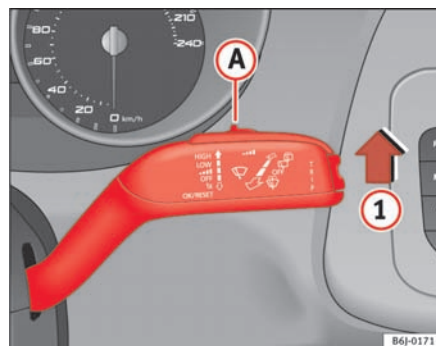

Fig. 60 Betjeningsarm til viskerne
- Sæt armen i position ① ⇒ fig. 60.
- Bevæg kontakten ② til venstre eller højre for at indstille, hvor følsom regnsensoren skal være. Hvis kontakten drejes mod højre: meget følsom. Hvis kontakten drejes mod venstre: mindre følsom.